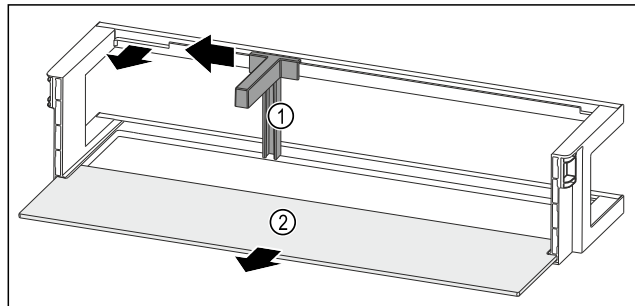

Fig. 89 Дверная полка с держателем для бутылок и съемной полкой
- ▶ Сместите держатель для бутылок Fig. 89 (1) до выемки в сторону.
- ▶ Извлеките держатель для бутылок Fig. 89 (1).
- ▶ Извлеките съемную полку Fig. 89 (2).